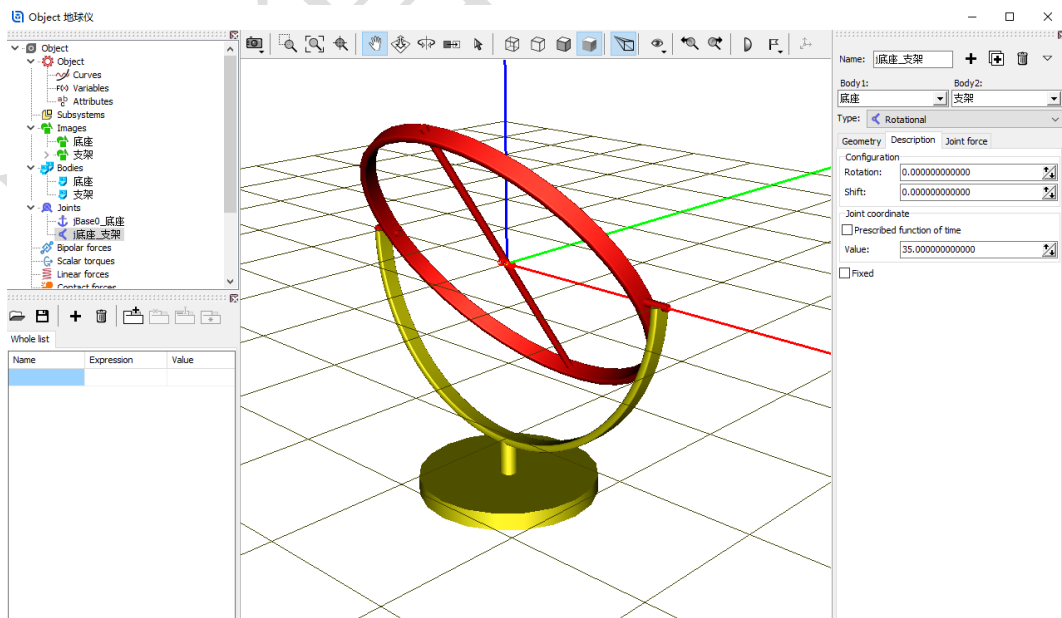

图 2-25
- 10) 在 **Description** 页面，我们可以改变 **Value** 值（转动铰对应为角度），预览支架相对底座的运动（预览后请记得归零，并敲回车键），如图 2-25。